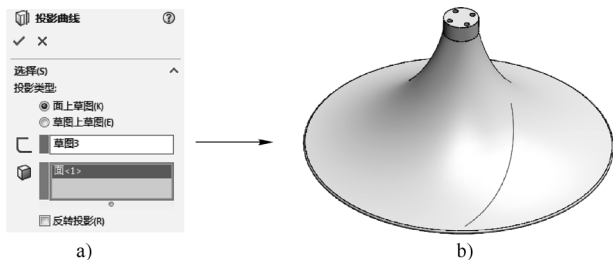

图 5-85 创建投影曲线操作
STEP 1 打开本书提供的素材文件“5.5.2SC.SLDPRT”，单击“曲线”工具栏中的“投影曲线”按钮，打开“投影曲线”属性管理器，选择“草图 3”为要投影的草图，选择叶轮上表面为“投影面”，以“面上草图”方式创建投影线，如图 5-85 所示。